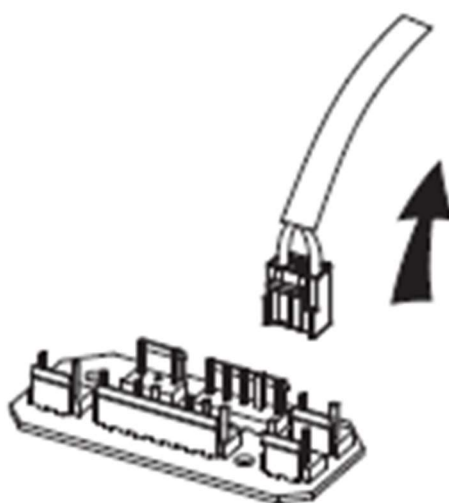

Рис.2
2. Устанавливать вытяжку следует над конфоркой. Рекомендованное расстояние между конфоркой и нижним краем вытяжки для электрических поверхностей - 650 мм, для газовых - 750 мм. (Рис. 2).
3. Найдите клемму соединительного провода и вытащите ее (рис.2).